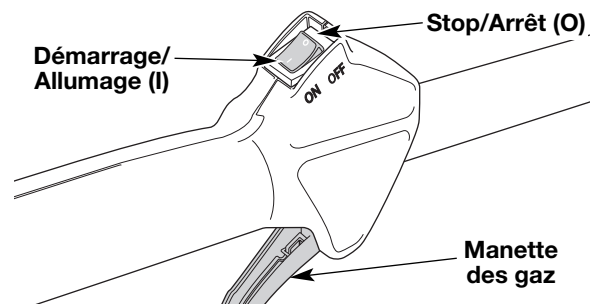

Fig. 9
REMARQUE : Il n'est pas nécessaire de faire démarrer la machine. La commande On/Off (Arrêt/Marche) est en position ON (I) en permanence (Fig. 9)
2. Appuyez sur la commande Marche/Arrêt Stop et maintenez-la en position **ARRÊT (O)** jusqu'à ce que le moteur s'arrête complètement (Fig. 9).